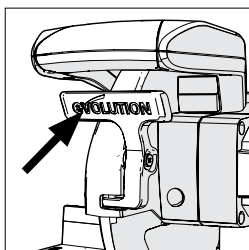

Fig. 18
- Appuyez sur le levier de verrouillage de la garde inférieure pour libérer la tête de coupe. (**Fig. 18**)